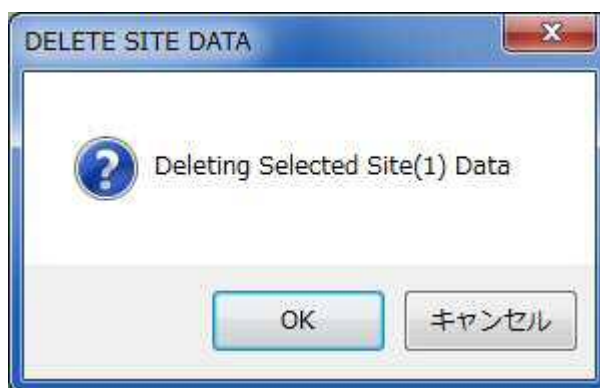

図 5.5-6 警告ダイアログ
- Site Number リストボックスの内、消去したい SITE 番号を選択し、「Delete Site」^③ボタンをクリックすると、図 5.5-6 の警告ダイアログが表示されます。
- 複数の SITE のデータを同時に削除したい場合は、キーボードの【Shift】もしくは【Ctrl】を押しながら削除したい SITE を選択してから「Delete Site」^③ボタンをクリックします。